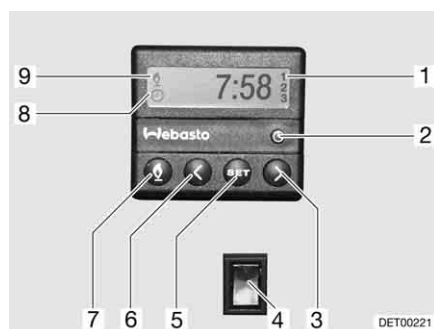

Fig. 133 Centralina di controllo per riscaldamento fisso
**Accensione manuale:** ■ Premere il tasto (Fig. 133,7). Il funzionamento del riscaldamento viene indicato con il simbolo (Fig. 133,9). La ventola viene inserita solo quando la temperatura dell'acqua di raffreddamento è pari a 30 °C.
**Spegnimento manuale:** ■ Premere il tasto (Fig. 133,7). Il simbolo (Fig. 133,9) si spegne.
**Inserimento del riscaldamento del motore:** ■ Premere l'interruttore (Fig. 133,4) in basso. Il motore viene preriscaldato. La ventola viene inserita immediatamente.
**Disinserimento del riscaldamento del motore:** ■ Premere l'interruttore (Fig. 133,4) in alto. Il motore rimane freddo.
- Premere il tasto (Fig. 133,2). L'impostazione dell'ora viene indicata con il simbolo (Fig. 133,8).
- Impostare l'ora con i tasti (Fig. 133,3 e 6).
- Premere il tasto (Fig. 133,5).
- Impostare l'orario di accensione con i tasti (Fig. 133,3 e 6) entro 10 secondi.
- Premere il tasto (Fig. 133,5) fino a che nel display (Fig. 133,1) non appare il numero di programmazione desiderato.